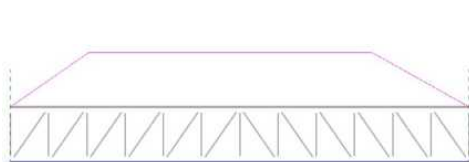

图 7-23 绘制轮廓
(4) 单击“绘制”面板中的“上弦杆”按钮和“线”按钮，绘制上弦杆的轮廓，如图 7-23 所示。